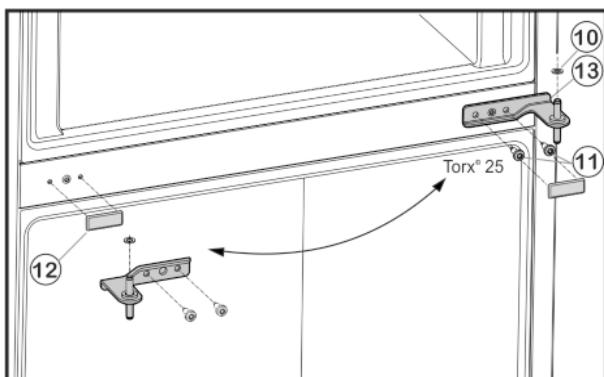

Fig. 6
- ▶ Развийте закрепващите винтове Fig. 6 (11) (2 x Torx® 25) и извадете средната лагерна опора от долната врата.
- ▶ Свалете пластмасовия диск Fig. 6 (10).
- ▶ Изтеглете внимателно капака Fig. 6 (12).
- ▶ Поставете капака Fig. 6 (12) отново на срещуположната страна.
- ▶ Поставете средната лагерна опора Fig. 6 (13), завъртяна на 180° в долната врата и я завийте със закрепващите винтове Fig. 6 (11) (2 x Torx® 25) върху новата шарнирна страна (**с 4 Nm**).
- ▶ Поставете отново пластмасовия диск Fig. 6 (10).
- ▶ Поставете горната врата върху лагерната опора в средата Fig. 6 (13).